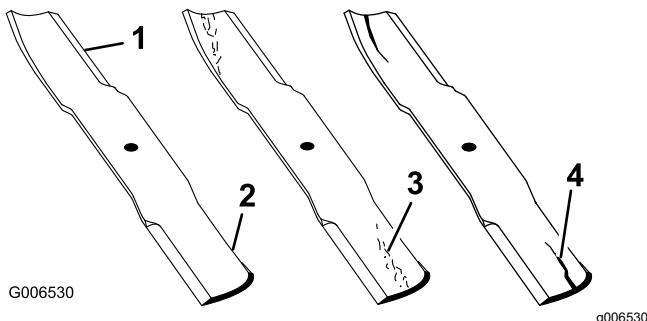

Figura 75
- Inspeccione los filos de corte (Figura 75).
- Si observa fisuras, desgaste o la formación de una ranura en esta zona, instale de inmediato una cuchilla nueva (Figura 75).